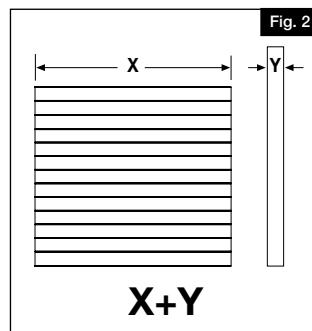

Fig. 2
Mesurer la largeur du panneau de clôture (X) plus la largeur du poteau (Y). Il s'agit de la mesure ordinaire de centre en centre (à moins qu'il n'y ait un panneau coupé) pour l'emplacement du trou du poteau (Fig. 2).